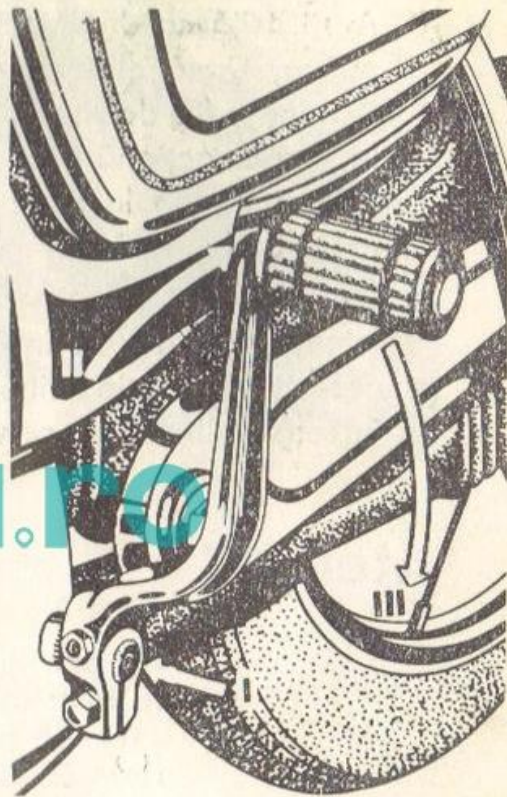

Fig. 7.
5. Împingeți spre motor pedala de schimbare a vitezelor și apoi rotiți-o în poziția indicată în fig. 7; acum acționați-o energic cu piciorul.